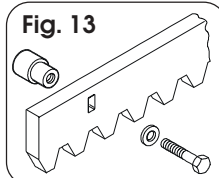

Fig. 13
4.4.1. STALEN TANDHEUGEL DIE VAST WORDT GELAST (fig.13)